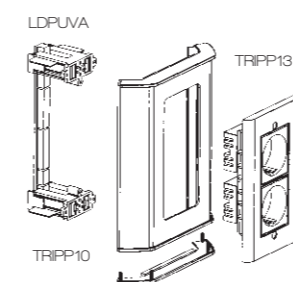

Fig. 6
- 3) Montare il gruppo di estensione telescopica D della colonna (Fig. 3) e inserirlo nella sede e sulle guide presenti sul fianco interno (Fig. 6).
- 7/4) Inserire nelle guide, flettendoli, i traversini in dotazione sui quali andranno ancorate le fascette per bloccare i cavi (Fig. 6).
- 3) Assemble the D telescoping bar of the column (as Fig. 3) and insert it in the seat and in the guide you can find in the internal side (as Fig. 6).
- 7/4) Fix the wires with some wrappers on the appropriate cross arm provided (as Fig. 6), inserting it on the internal walls of the column.